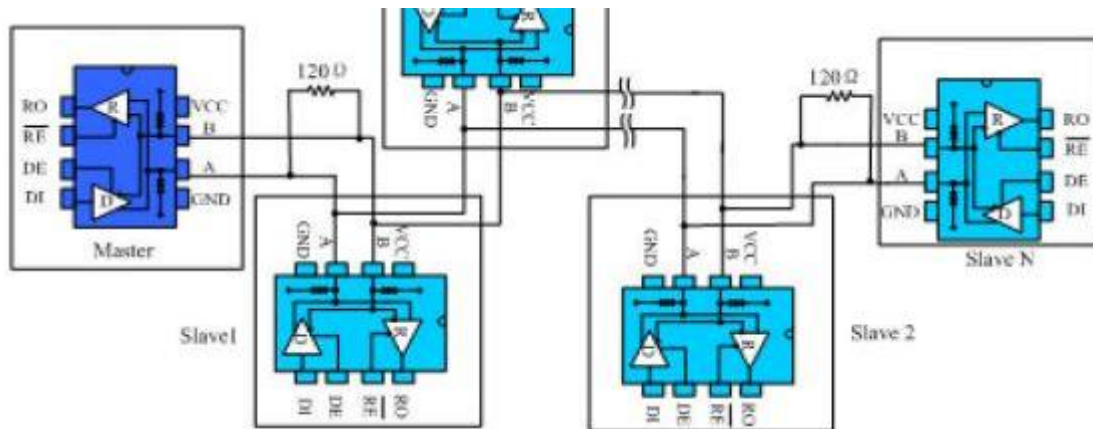

图 10 手拉式 RS485 半双工通讯网络
**4.2 手拉手式组网：**又称菊花链拓扑结构，是 RS485 总线布线的标准及规范，是 TIA 等组织推荐使用的 RS485 总线拓扑结构。其布线方式就是主控设备与多个从控设备形成手拉手连接方式，如图 10 所示，不留分支才是手拉手的方式。这种布线方式，具有信号反射小，通讯成功率高等优点。